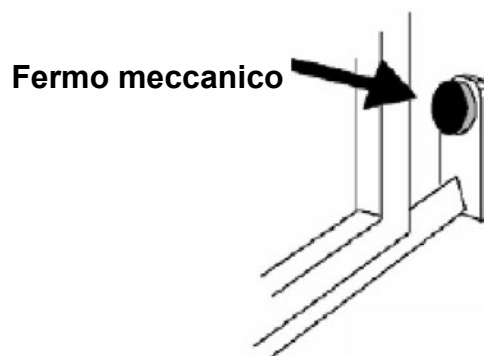

Fig. 2
- Prima di procedere al montaggio dell'automatismo, si verifichi che il cancello sia perfettamente funzionante. Inoltre, è opportuno verificare che la guida di scorrimento a terra (**V. Fig. 1**) non presenti malformazioni, che sia perfettamente a livello e che sia presente il fermo meccanico in apertura (**V. Fig. 2**) al fine di evitare che il cancello esca fuori dalle guide superiori (**V. Fig. 3**)